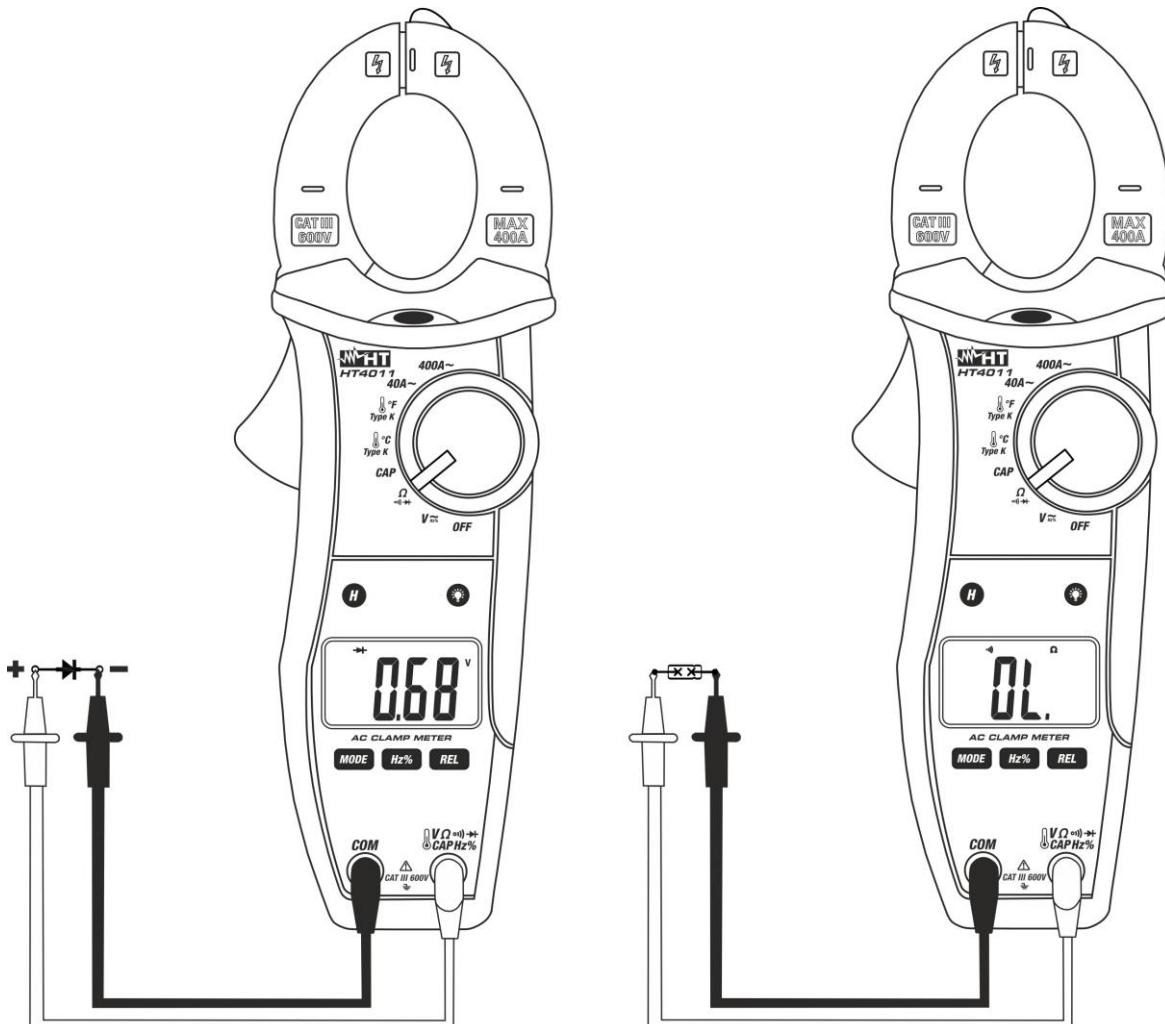

Fig. 7: Uso della pinza per Test Continuità e Prova Diodi
3. Inserire il cavo rosso nel terminale di ingresso $\Omega \rightarrow$ CAPHz% e il cavo nero nel terminale di ingresso **COM** ed eseguire il test di continuità sull'oggetto in prova (vedere Fig. 7 – parte destra). Il cicalino emette un segnale acustico quando il valore della resistenza misurata è inferiore a circa 150Ω
5. Collegare il puntale rosso all'anodo del diodo e il puntale nero al catodo in caso di misura di polarizzazione diretta (vedere Fig. 7 – parte sinistra). Invertire la posizione dei puntali in caso di misura di polarizzazione inversa